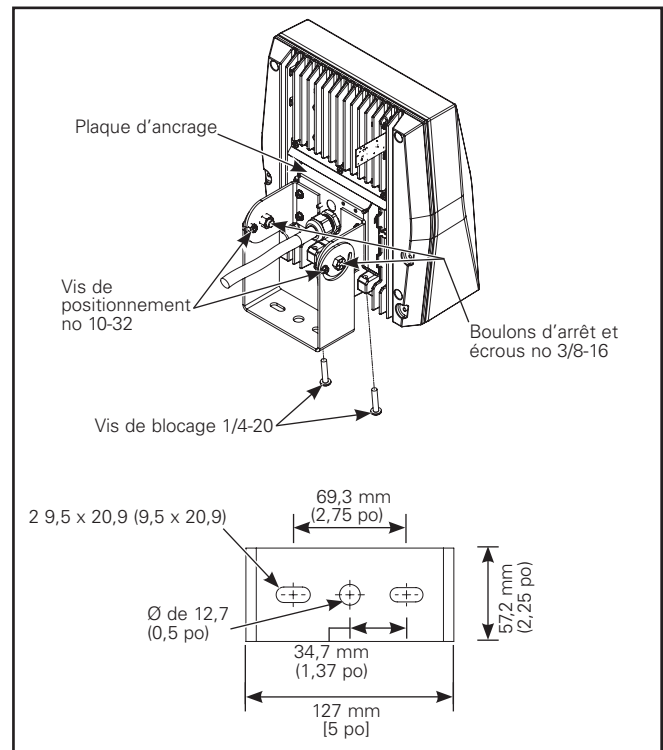

Figure 8. Axcent (petit et grand)
4. Montez le luminaire sur la surface en utilisant le modèle de trou indiqué sur le support du tourillon. Utilisez de la quincaillerie adéquate et pouvant supporter le montage d'un luminaire pesant jusqu'à 11,3 kg (25 lb). (Figure 8.)
5. Desserrez sans retirer les vis de positionnement et les boulons d'arrêt et les écrous montrés à la Figure 8.
6. Ajustez le support du tourillon du projecteur à l'angle désiré. Serrez à nouveau les boulons d'arrêt no 3/8-16 et les écrous à un couple de 40,7 Nm (30 pi-lb) et les vis de positionnement no 10-32 à un couple de 4,1 Nm (3 pi-lb). (Figure 8.)